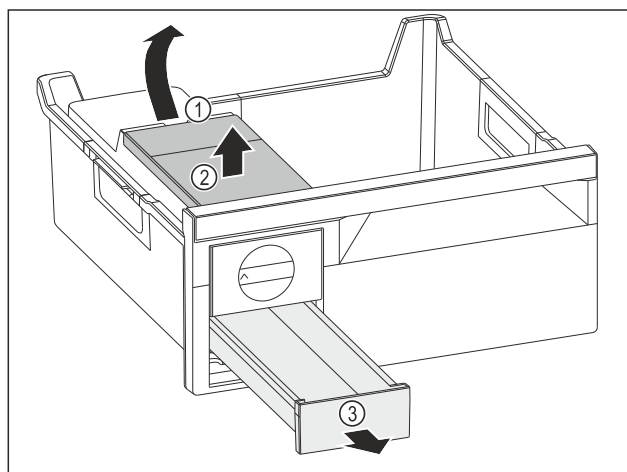

Fig. 187
- Udtagning af vandtank: Løft vandtanken i udsparringen Fig. 187 (1).
- Tag vandtanken Fig. 187 (2) op og ud.
- Tag isterningseskuffen Fig. 187 (3) frem og ud.